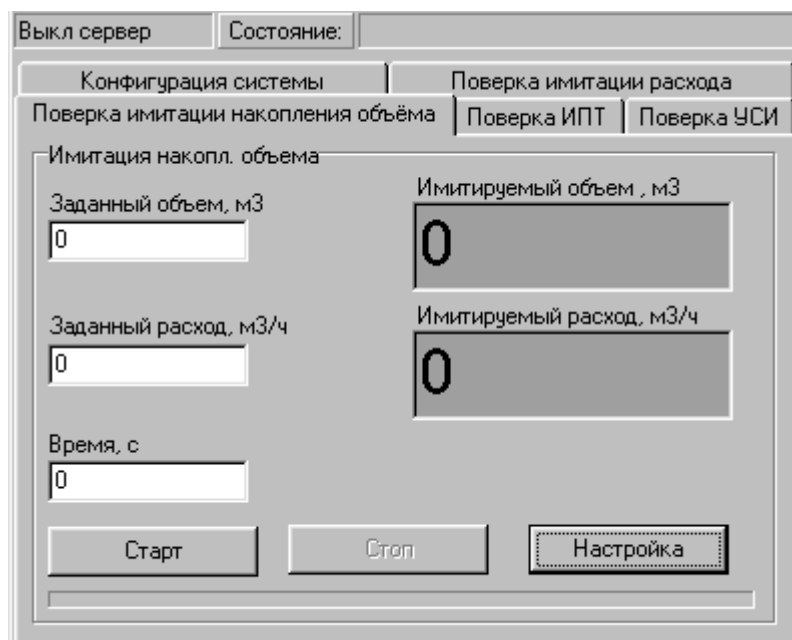

Рис. 25. Вид вкладки **Поверка имитации накопления объема**.
5.7.4.1.3. Для определения относительной погрешности набора объема активизируется вкладка **Поверка имитации накопления объема** (рис.25).